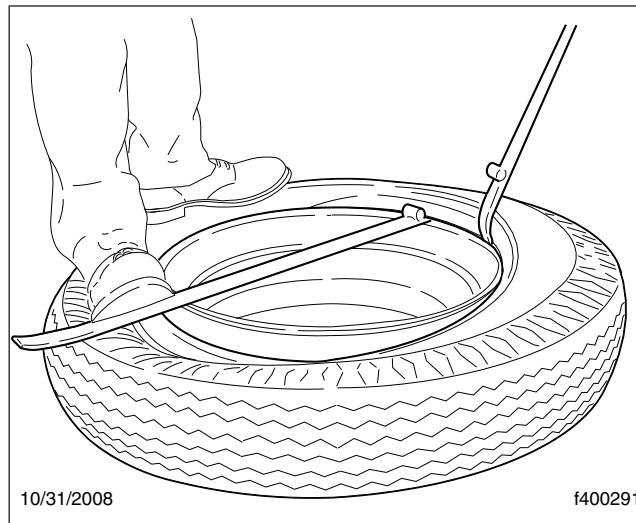

Fig. 4, Forçage du premier talon de la roue
- 3.3 Insérez l'extrémité courbée de deux démonte-pneus entre le talon et la jante, sur le même côté de la valve du pneu. Reportez-vous à la Figure 4.